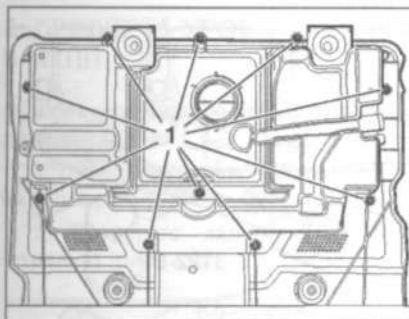

Рис. 2.7. Открутите винты 1 и снимите нижнюю часть воздушного фильтра.
19. Открутите винты 1 и снимите нижнюю часть воздушного фильтра (рис. 2.7).
22. Установите нижнюю часть воздушного фильтра и вкрутите винты 1 (рис. 2.7).